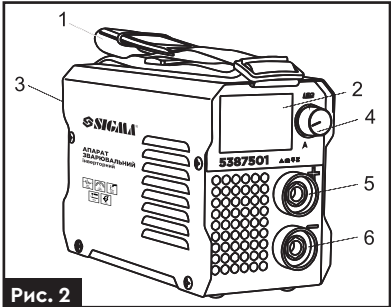

Рис. 2. арт. 5387501.
1	Цифровий індикатор зварювального струму. Налаштовується за допомогою регулятора 4 (рис. 2) у режимах MMA та Lift TIG .
4	Індикатор вибору налаштування функції форсажу дуги (ArcForce**). Струм зварювання в цьому режимі налаштовується за допомогою регулятора 4 (рис. 2). Регулюється в діапазоні від 0 до 50. Активний лише в режимі MMA .
5	Індикатор вибору режиму автоматичного зниження напруги LIFT TIG . Струм зварювання в цьому режимі налаштовується за допомогою регулятора 4 (рис. 2).
6	Індикатор увімкнення режиму VRD . Функція VRD активна лише в режимі MMA . Для ввімкнення/вимкнення режиму VRD у режимі MMA натисніть і утримуйте кнопку 4 (рис. 2) протягом 3 секунд. Функція VRD знижує напругу холостого ходу до безпечного значення (18 В).
****Регулятор форсажу дуги «ArcForce».** У процесі зварювання **MMA** відбувається відділення краплі металу від електрода, що різко скорочує довжину дуги, і електрод може приваритися до виробу (залипнути). Функція «форсаж дуги» здійснює форсування дуги, автоматично збільшуючи величину зварювального струму під час скорочення проміжку часу, що знижує ймовірність «залипання» електрода в процесі зварювання. Регулятором 4 (рис.2) у режимі **ArcForce** збільшують або зменшують силу струму форсажу дуги.